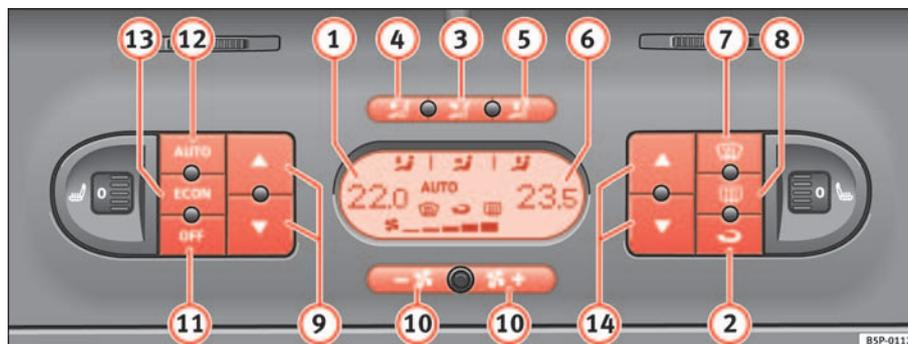

Fig. 127 Mandos del 2C-Climatronic en el tablero de instrumentos
- Para activar el modo manual pulse una de las teclas ⇒ página 165, fig. 127 (3) al (5), la tecla **ECON** o pulse las teclas de la turbina (10). El símbolo **AUTO** desaparecerá del display.
- Pulse la tecla  ⇒ página 165, fig. 127  para conectar o desconectar la recirculación de aire. Está conectada si en el display aparece el símbolo .